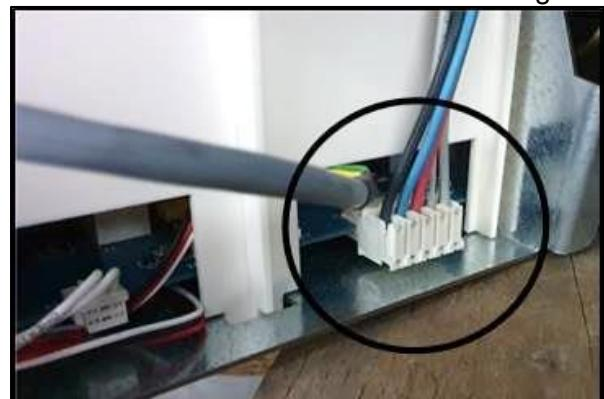

Fig. 2.3
5. Débranchez les câbles connectant le variateur au moteur (Fig. 2.3).